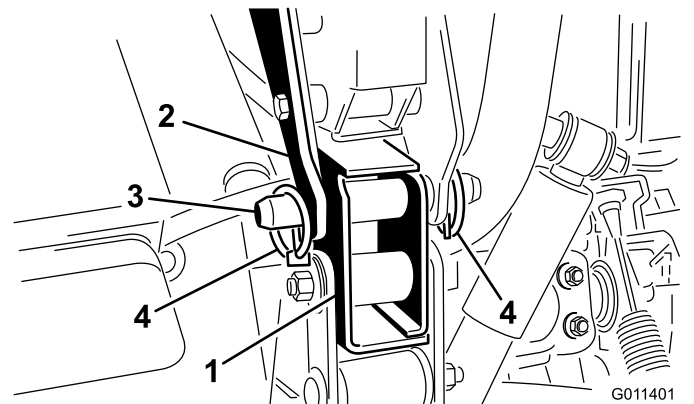

Bild 9
- Befestigen Sie jede hintere Befestigungshalterung mit einem Lastösenbolzen und zwei Klappsteckern am Fahrzeugrahmen des Workman-Fahrzeugs (Bild 9).